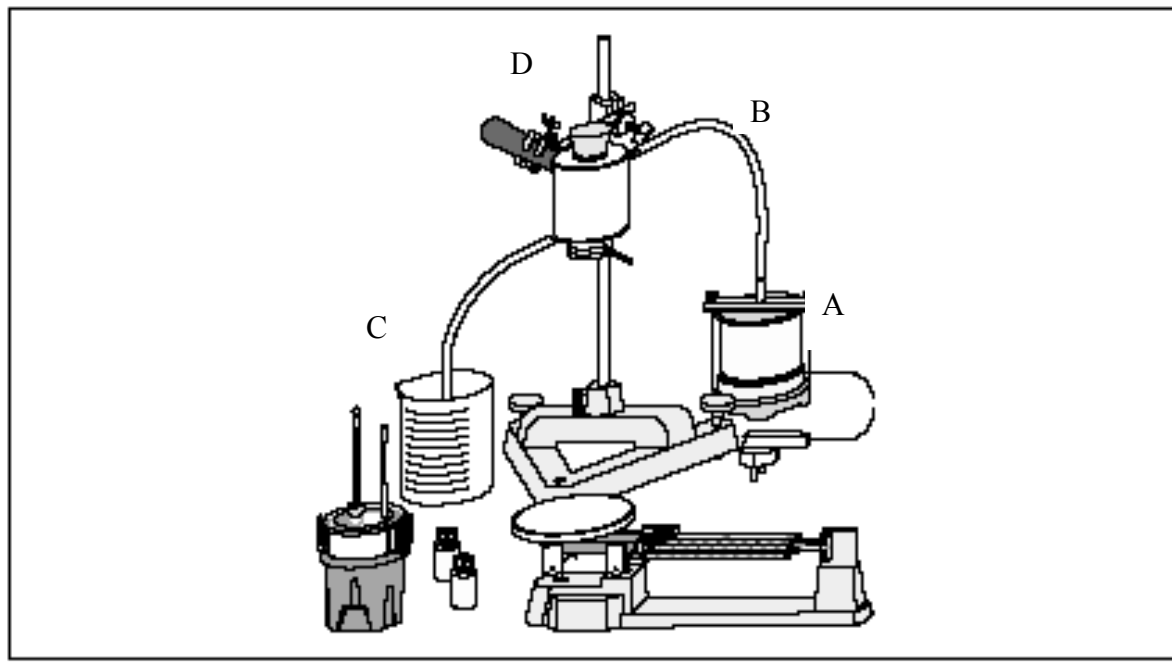

Fig.5: Esquema da montagem do calorímetro.
Monte a experiência tal como é indicado na Fig.5.
- 1- Encha de água o recipiente do gerador de vapor (A na Fig.5)
- 2- Ligue os tubos do recipiente de aquecimento (B na Fig.5) e recipiente de vidro (C na Fig.5).
- 3- Encha o recipiente (D na Fig5) com o material cujo calor específico  $c_1$  pretende determinar e tape com a rolha.